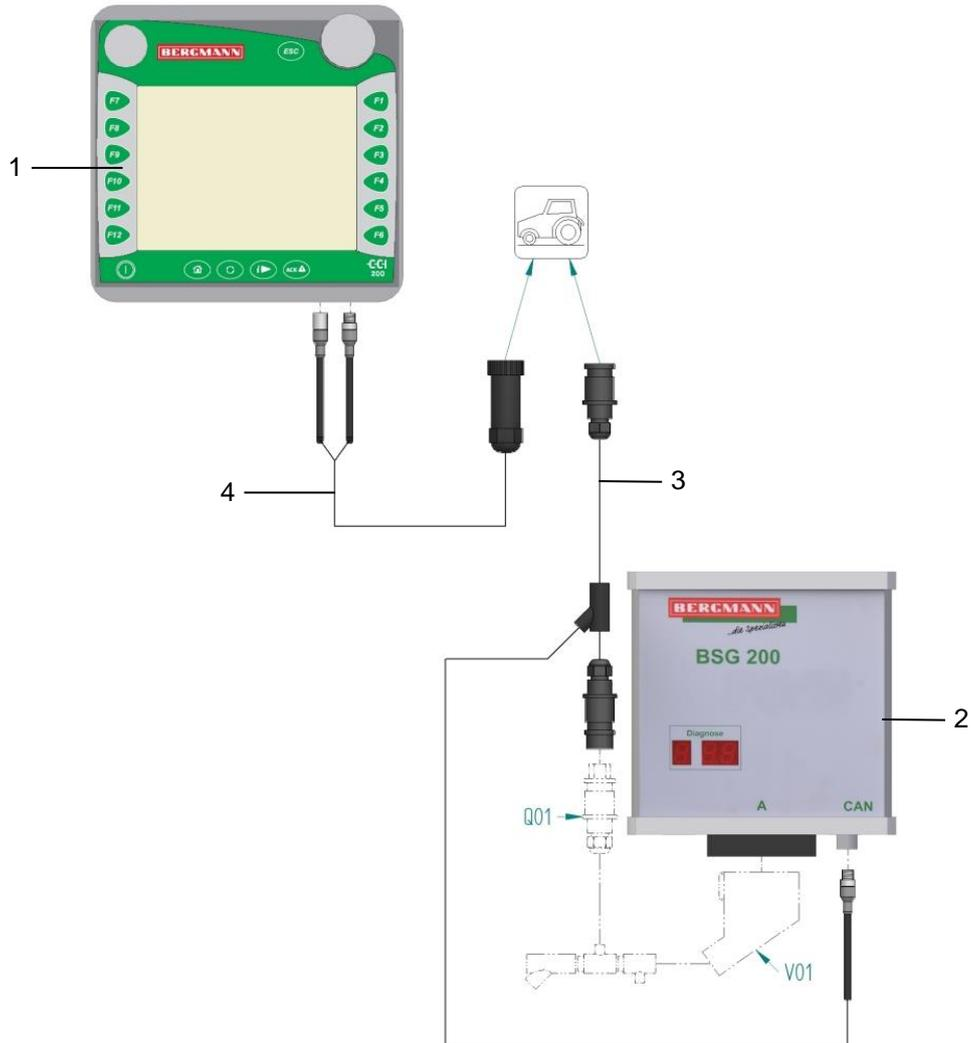

Bild 8: Anschlusschema des Terminals CCI50 / CCI200 mit BSG200
- Verbinden Sie die Anschlüsse des Versorgungskabels (Bild 8 / Pos.3) mit den entsprechenden Anschlüssen des Kabelbaums, des Steuergerätes BSG200 (Bild 8 / Pos.2) und der Stromversorgung am Traktor unter Berücksichtigung der nachfolgenden Daten:
- Verbinden Sie die Anschlüsse des Anschlusskabels (Bild 8 / Pos.4) mit den entsprechenden Anschlüssen des Terminals (Bild 8 / Pos.1) und des Traktors unter Berücksichtigung der nachfolgenden Daten: